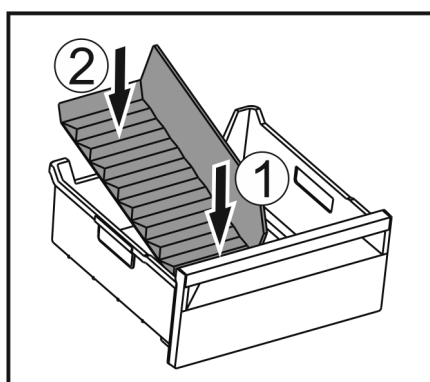

Fig. 50
- ▶ Vložte prednú časť oddeľovača zásuvky na ľad. Fig. 50 (1)
- ▶ Spustite zadnú časť oddeľovača zásuvky na ľad až na dno zásuvky. Fig. 50 (2)